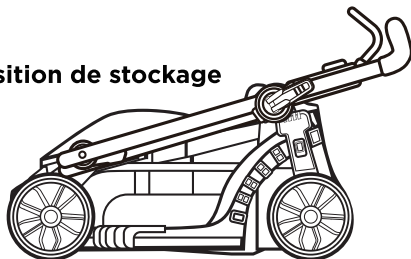

Fig. 16
- g. La poignée de votre tondeuse peut être complètement repliée pour un rangement compact. Commencez par desserrer tous les boutons de la poignée supérieure et rabattez-la. Abaissez ensuite complètement la poignée inférieure (Fig. 16).